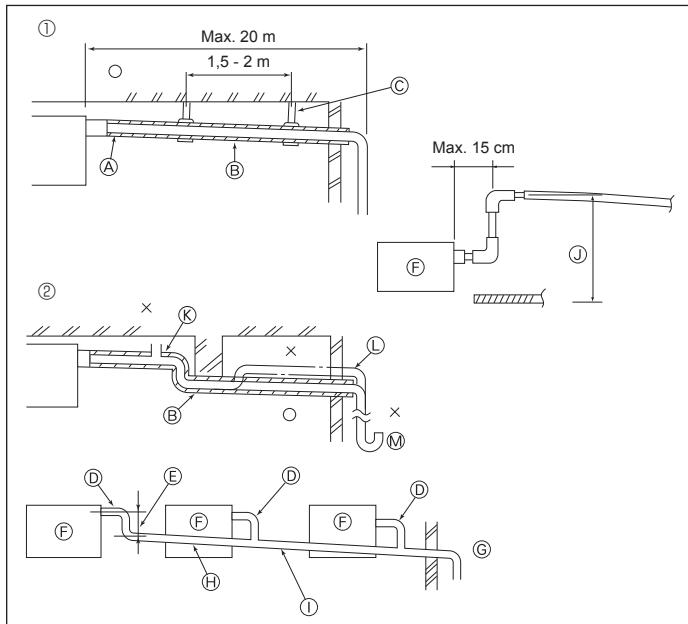

Fig. 3-4
3.4. Verrohrung der Dränage (Fig. 3-4)
- ① Richtige Verrohrung
- ② Falsche Verrohrung
- ③ Isolierung (mindestens 9 mm)
- ④ Gefälle (mindestens 1/100)
- ⑤ Metallträger
- ⑥ Entlüfter